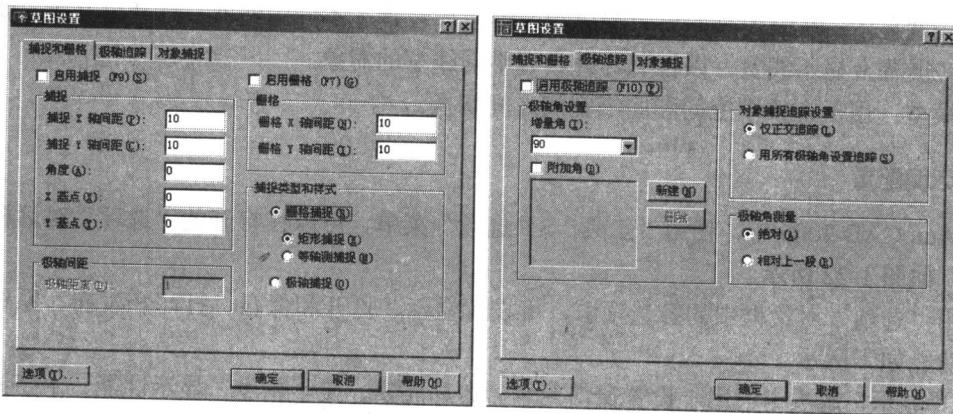

图 1-20 “草图设置”对话框
- **捕捉：**打开该设置后，光标在 X 轴、Y 轴或极轴方向只能移动固定的距离（即精确移动），通过选择“工具”>“草图设置”菜单，在打开的“草图设置”对话框的“捕捉和栅格”选项卡中可以设置 X 轴、Y 轴或极轴捕捉间距，如图 1-20 左图所示。
- **栅格：**栅格也用于辅助定位，打开栅格显示时，屏幕上将布满小点。其中，栅格的 X 轴和 Y 轴间距也可通过“草图设置”对话框进行设置，如图 1-20 左图所示。